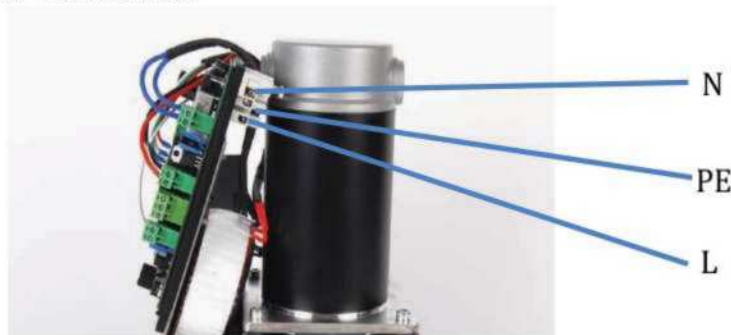

Fig.12
**L** (Línea), **N** (Neutro) y **PE** (Tierra Física), Ver (Fig.12). El Operador Corredizo debe estar conectado a tierra.